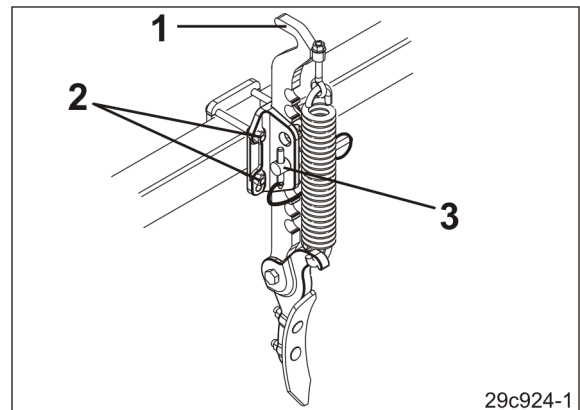

Fig. 184
1. Traktorrads-Spurlockerer am Griff (Fig. 184/1) festhalten.
2. Schrauben (Fig. 184/2) lösen und den Traktorrads-Spurlockerer horizontal einstellen.
3. Schrauben (Fig. 184/2) fest anziehen.
2. Bolzen (Fig. 184/3) lösen und den Traktorrads-Spurlockerer vertikal einstellen.
3. Sichern Sie nach erfolgter Einstellung den Bolzen (Fig. 184/3) mit einem Klappstecker.